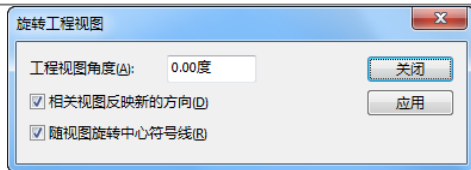
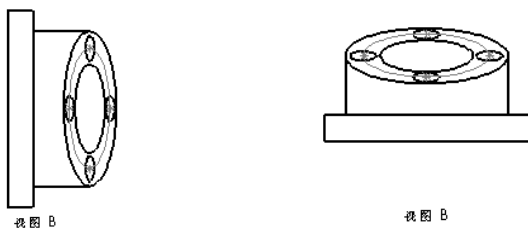

图 8-29 “旋转工程视图”对话框
图 8-30 旋转工程视图
(1) 单击“视图”工具栏中的“旋转视图”图标，会出现如图 8-29 所示的“旋转工程视图”对话框。
(2) 单击并拖动视图，视图转动的角度在对话框中出现。转动视图以 45° 的增量捕捉。同时也可以在此工程视图角度方框中输入旋转角度。
(3) 单击“应用”以观看旋转效果。然后关闭对话框，如图 8-30 所示为旋转前后的工程视图对比。